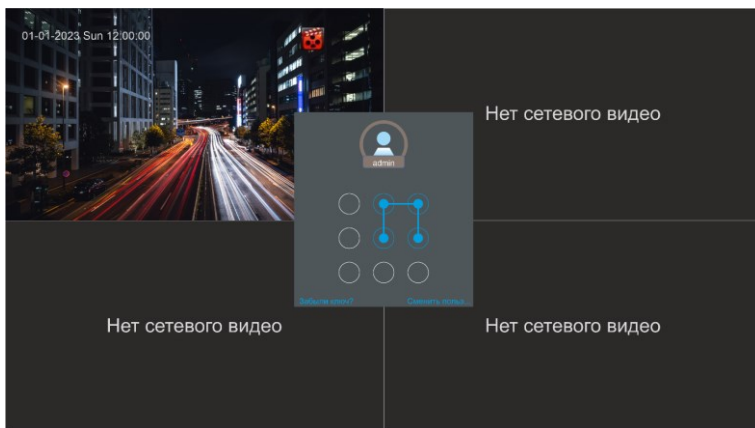

Рисунок 31 - Авторизация с помощью графического ключа
7.16.2 Появится меню авторизации при помощи графического ключа (рисунок 31).